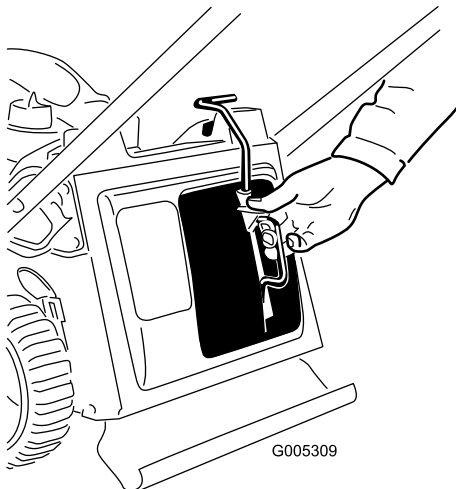

Bild 27
1. Nehmen Sie den Mulchverschluss ab (Bild 27).